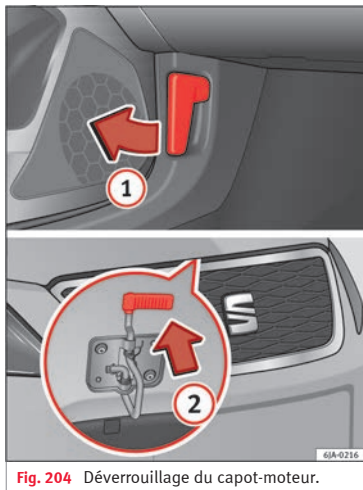

Fig. 204 Déverrouillage du capot-moteur.
- Tirez sur le levier (1) » fig. 204 qui se trouve sous le tableau de bord dans le sens indiqué par la flèche.
- Tirez sur le levier de sécurité dans le sens de la flèche (2) » fig. 204 pour déverrouiller le capot.